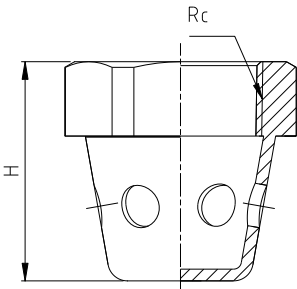

图 14 喷嘴
10.1 结构 (图 14): 结构组成：喷嘴主要由喷头体组成，按工程需要开孔而成。根据工程需求可选配装饰罩。